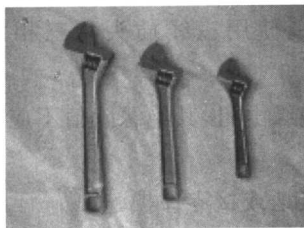

图 1-7 活扳手
(7) 活扳手,如图 1-7 所示,是在安装、维修工作中常用来紧固和松开各种尺寸不等的螺母的工具。使用时应根据螺母的大小来选择相适用的扳手。注意在紧固小型螺母不要用力过大,以免损坏紧固件。